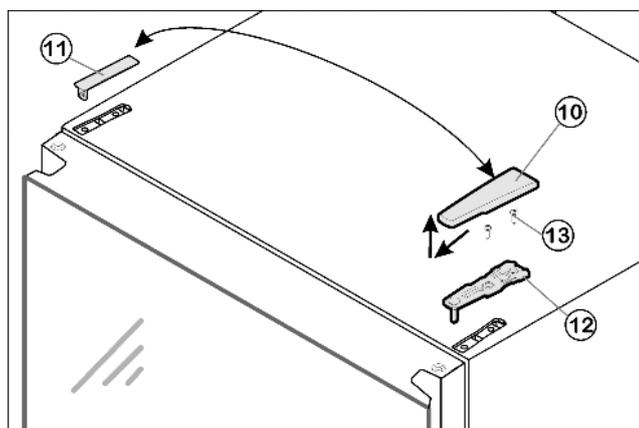

Fig. 8
- ▶ Estrarre la copertura Fig. 8 (10) tirandola in avanti e verso l'alto.
- ▶ Staccare la copertura Fig. 8 (11).
- ▶ Svitare il blocco di supporto superiore Fig. 8 (12) (2 x Torx® 25) Fig. 8 (13) ed estrarre tirando verso l'alto.
- ▶ Inserire il blocco di supporto superiore Fig. 8 (12) sul nuovo lato della cerniera nella porta.
- ▶ Serrare fermamente il blocco di supporto superiore a 4 Nm (2 x Torx® 25) Fig. 8 (13). Eventualmente praticare fori a vite o utilizzare un avvitatore a batteria.
- ▶ Innestare la copertura Fig. 8 (11) und la copertura Fig. 8 (10) rispettivamente sul lato opposto.